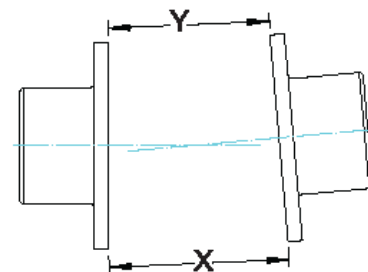

Figure 9 - Désalignement angulaire
- 8.7. La valeur du désalignement angulaire est la différence maximale entre les mesures X et Y prises sur les extrémités opposées des brides de moyeu, tel qu'indiqué à la figure 9.